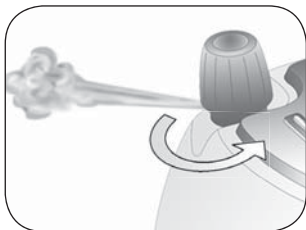

Fig. 8
- 1 Den Schalter (L) zum Ausschalten des Dampferzeugers drücken.
- 3 Den Dampfschalter (D) drücken und den ganzen Dampf ausfließen lassen, bis es komplett verbraucht ist.
- 4 Den Bügeleisen mit dem Schalter (O) ausschalten und den Versorgungskabel aus der Stromstecker ziehen.
- 6 Den Dampferzeugerdeckel (B) gegen den Uhrzeigersinn abschrauben. Bevor man ihn komplett abschraubt, warten sie bitte ab, dass das Pfeifen des restlichen Dampfes (Abb. 8) aufhört.
- 1 Den Heizkessel durch Druck auf den Schalter (L) ausschalten.
- 3 DEN DAMPFSCHALTER (D) DRÜCKEN, UM DEN RESTLICHEN DRUCK AUS DEM DAMPFERZEUGER ZU ENTFERNEN.
- 4 Den Schalter (O) drücken, um den Bügeleisen auszuschalten.
- 7 Bitte warten Sie bis ein eventuelles Zischen aufhört, bevor Sie den Verschluss (B) ganz aufdrehen (Fig. 8).